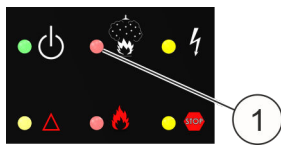

Fig. 23: LED "Instalación de extinción activada"
32. ► Comprobar si el LED "Instalación de extinción activada" (Fig. 23/1) no se enciende.